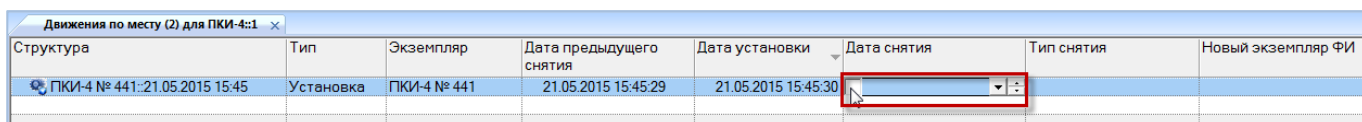

Рис. 23-20 – Навести курсор мыши в начало поля «Дата снятия» для актуального движения
- 4) В открывшемся окне связанных объектов «Движения по месту» выделить актуальное движение экземпляра ПКИ, и навести курсор мыши в начало поля «Дата снятия» (рис. 23-20).